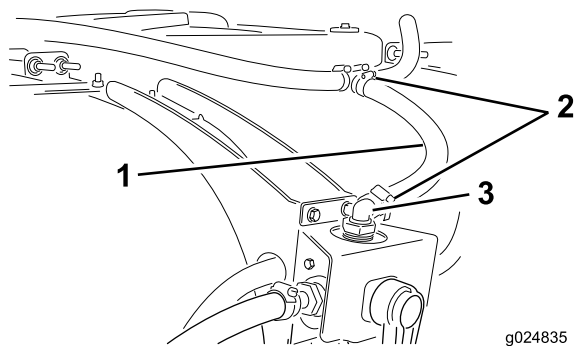

Figura 30
3. Montate il flessibile sull'estremità libera del raccordo a T montato in precedenza (Figura 30).